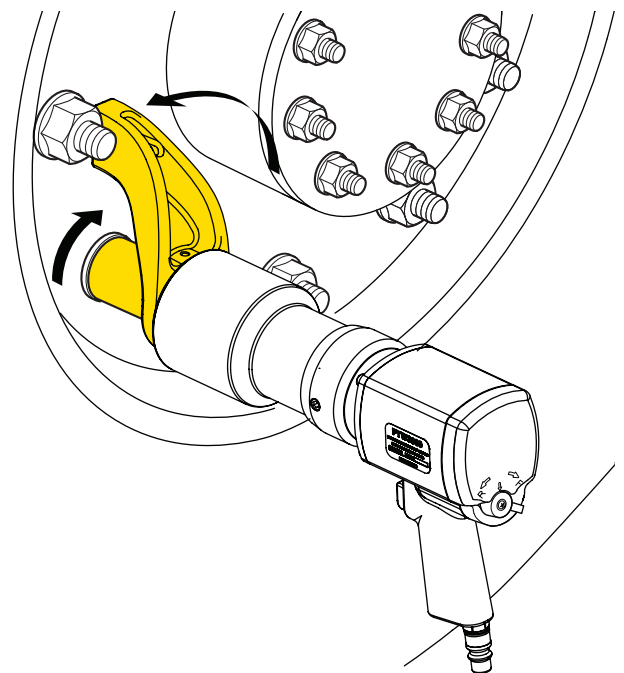

Fig. 8
9. En la Fig. 8 se muestra la posición del brazo de reacción cuando el cuadrante gira en sentido horario.
11. Para apretar un sujetador (o para aplicar torque en sentido horario): Asegúrese de que la palanca de ajuste esté en la posición “F” y que el brazo de reacción esté en la posición tal como se indica en la Fig. 8. A continuación, presione completamente el gatillo y manténgalo presionado hasta que la herramienta se cale.